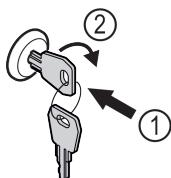

Fig. 172
- Vstavite ključ Fig. 172 (1).
- Ključ obrnite v smeri urnih kazalcev za 90° Fig. 172 (2).